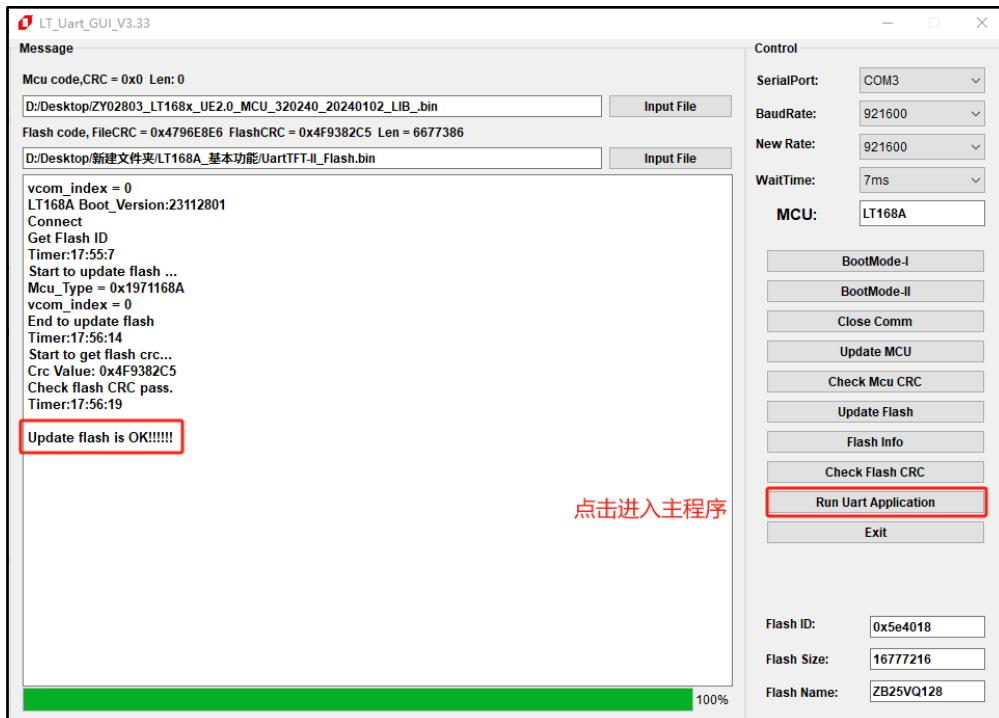
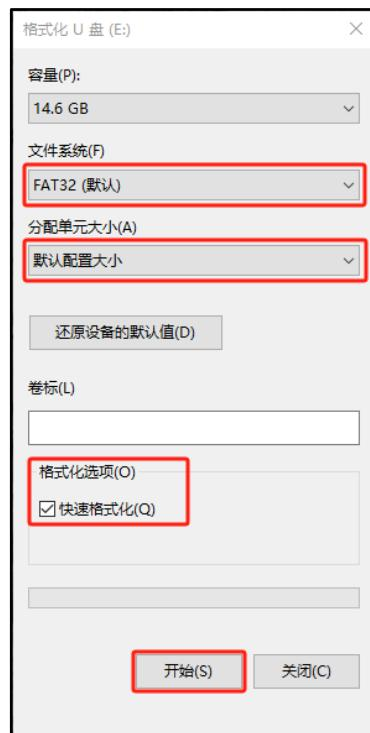

图 2-12: UartTFT-II_Flash.bin 烧录完成
图 2-13：格式化 SD 卡
1、接线说明，如下图所示，进行烧录前，先将标注 1 处的 busy 与 GND 互连，然后通过标注 2 处 USB 口连接电脑供电，通过标注 3 处 TX 与 USB 转 TTL 模块（如图 2-13）的 RX 相连，RX 与 USB 转 TTL 模块的 TX 相连，GND 与 USB 转 TTL 模块的 GND 相连，USB 转 TTL 模块的 USB 端与电脑连接。
1、接线说明，如前面图 2-12 所示，进行烧录前，先将标注 1 处的 busy 引脚和 GND 相连，通过标注 2 出 USB 口供电，通过标注 3 处 TX 与 USB 转 TTL 模块（如图 2-13）的 RX 相连，RX 与 USB 转 TTL 模块的 TX 相连，GND 与 USB 转 TTL 模块的 GND 相连，USB 转 TTL 模块的 USB 端与电脑连接。